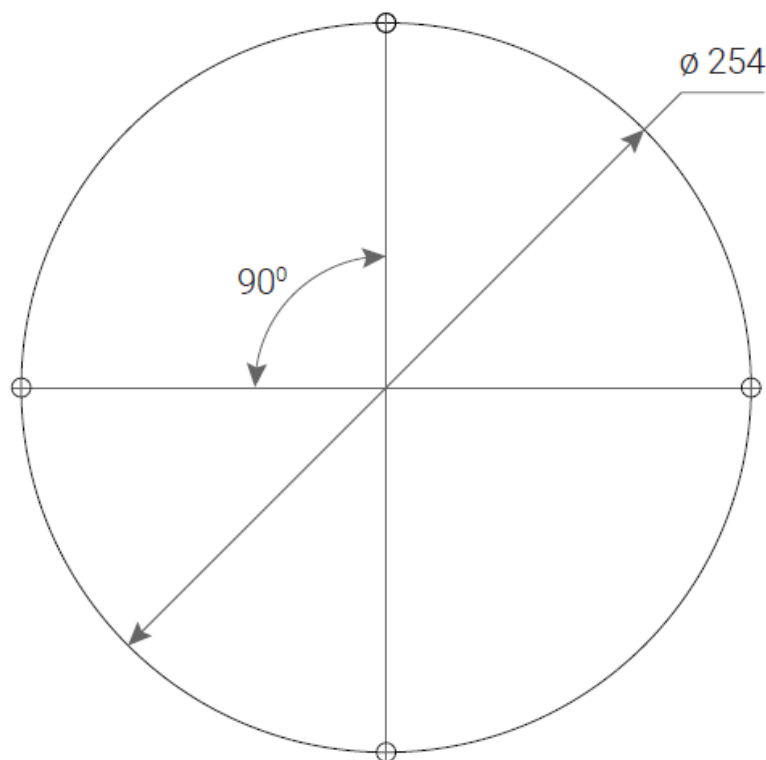

Рисунок I-13 – Схема разметки отверстий для монтажа манипулятора
6. Просверлите 4 монтажных отверстия по окружности диаметром  $\varnothing 254$  мм под крепления основания манипулятора согласно схеме разметки (см. Рисунок I-13).